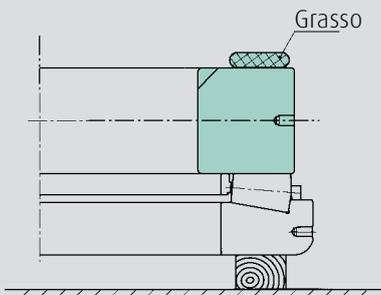

Fig. 3.40
3. Dopo aver applicato un velo di grasso su tutta la superficie dell'anello interno e aver effettuato il centraggio con cura, posizionare l'anello sui rulli. Una volta posizionato, applicare la quantità di grasso indicata su tutto il perimetro della pista di rotolamento. (Fig. 3.40)